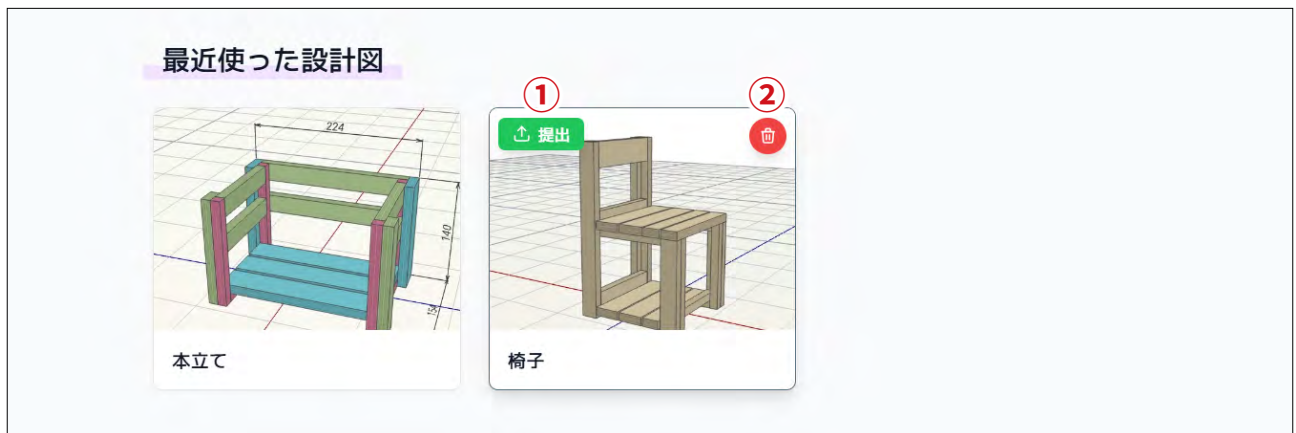

図 16-1 最近使った設計図
生徒が設計した図面を先生に提出するには、ホーム画面の「最近使った設計図」（16章）から行います。図面カードに表示されている「提出」ボタン（図 16-1 の①）をタップ（クリック）すると、図面提出ダイアログ（図 15-2）が表示されます。「提出先クラスルーム」を選択し、「生徒を選択」から自身を選択してください。続いて、パスワード欄に先生から配布されたパスワードを入力します。「提出」ボタンをタップ（クリック）すると、先生への図面提出が完了します。提出した図面は掲示板に表示されます。
ホーム画面の「最近使った設計図」(図 16-1)には、アプリ内に保存された図面が表示されます。表示された図面をタップ(クリック)すると、図面を開くことができます。